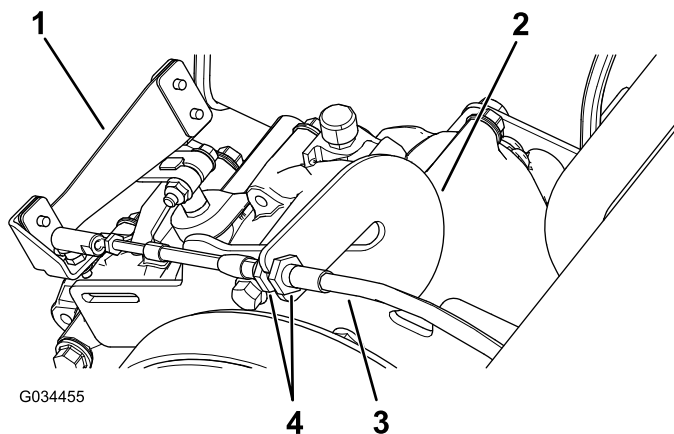

图 60
1. 拧松换挡拉索上的锁紧螺母必要时进行调整图 60。
2. 在 3 个不同位置之间转动换挡选择器测试换挡位置并检查换挡时换挡控制杆图 60 能否适当转动请参阅 换挡控制杆和换挡指示器 \(页码 11\)。